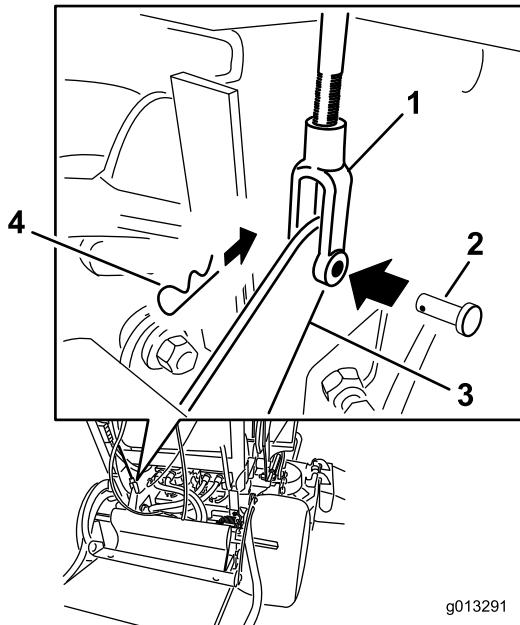

Figura 61
4. Para ajustar el freno, retire el pasador y la chaveta de la palanca de freno inferior y la horquilla (Figura 61).
7. Sujete la horquilla a la palanca de freno inferior con el pasador y la chaveta (Figura 61).